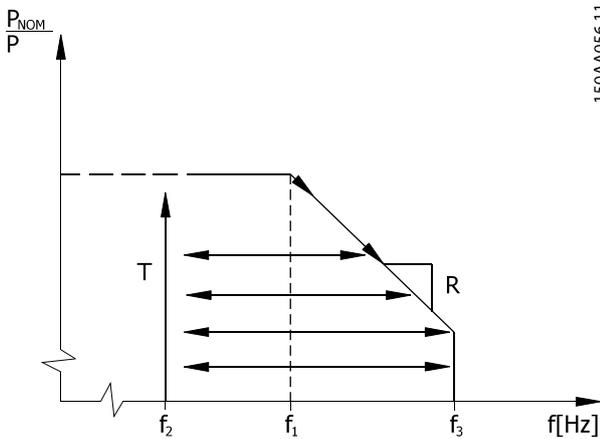

Abbildung 2.10 Primärfrequenzregelung – Hysterese
Siehe *Abbildung 2.10*.
Zur Unterstützung der Netzfrequenzstabilisierung drosselt der Wechselrichter die Ausgangsleistung, wenn die Netzfrequenz f_1 überschreitet. Die Reduzierung erfolgt bei einer vorkonfigurierten Rate, die in *Abbildung 2.10* als Rampe (R) dargestellt wird. Die verringerte Ausgangsleistungsgrenze wird so lange beibehalten, bis die Netzfrequenz auf f_2 gesunken ist. Sinkt die Netzfrequenz auf f_2 , steigt die Ausgangsleistung nach einer zeitlichen Rampe T wieder an. Wenn die Netzfrequenz weiter steigt, wird der Wechselrichter bei f_3 getrennt. Wenn die Frequenz unter f_2 fällt, wird der Wechselrichter wieder ans Netz angeschlossen und erhöht die Leistung wieder auf dieselbe Rate wie bei der Reduzierung.